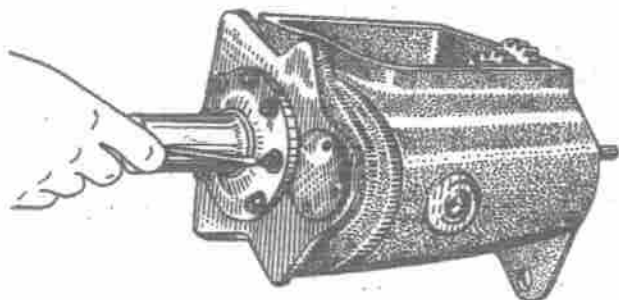

Bild 107. Einstellen der Sicherungsschraube des Deckels
13. Deckel mit vier Schrauben und Federringen befestigen. Unter beiden linken Schrauben den Nügel für die Rückzugfeder des Kupplungsaustrücklagers einbauen. Sicherungsschraube bis zum Anschlag festziehen und mit Mutter sichern (Bild 107).